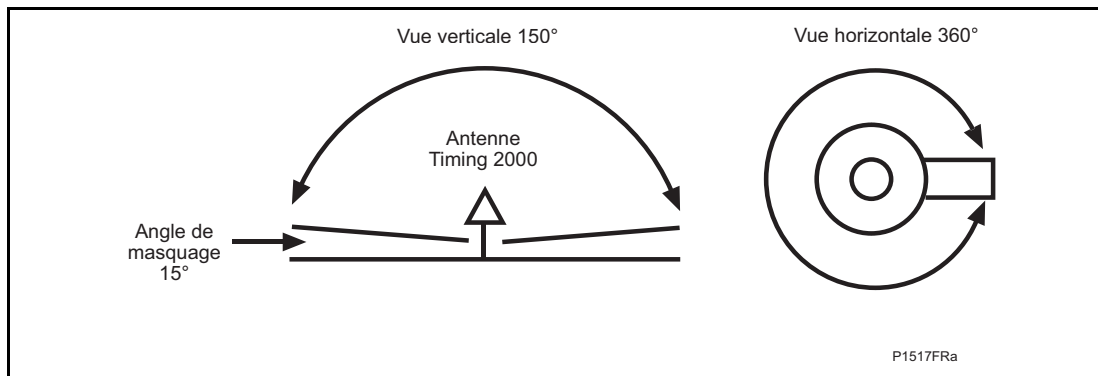

FIGURE 3: VISIBILITE REQUISE POUR L'ANTENNE GPS
- L'antenne doit être montée de sorte à se trouver juste au-dessus de la ligne de faîte du bâtiment en s'assurant qu'il existe une vue horizontale de 360° et verticale de 150° du ciel (angle de masquage maxi de 15° par rapport à l'horizon, voir figure 3). Dans l'idéal, il ne doit y avoir aucune obstruction à la vue, par exemple, structures métalliques ou bâtiments. **En aucun cas, l'antenne ne doit être montée en dessous de la ligne de faîte.** Si l'angle de masquage est supérieur à 15° par rapport à l'horizon (c'est-à-dire en cas de grosse obstruction), l'antenne doit être changée de place ou montée sur une perche d'antenne plus longue. Toute obstruction de la visibilité de l'antenne peut entraîner une réduction dans la capacité du P594 à générer le signal de synchronisation horaire requis par l'équipement P545/P546.